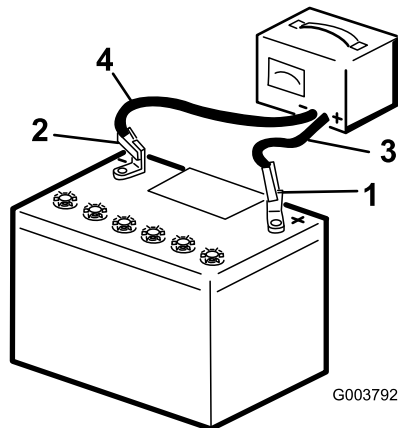

Figura 38
- Cargue la batería durante 10 a 15 minutos a 25–30 amperios, o durante 30 minutos a 4–6 amperios (Figura 38). No sobrecargue la batería.
luego desconecte los cables del cargador de los bornes de la batería (Figura 38).